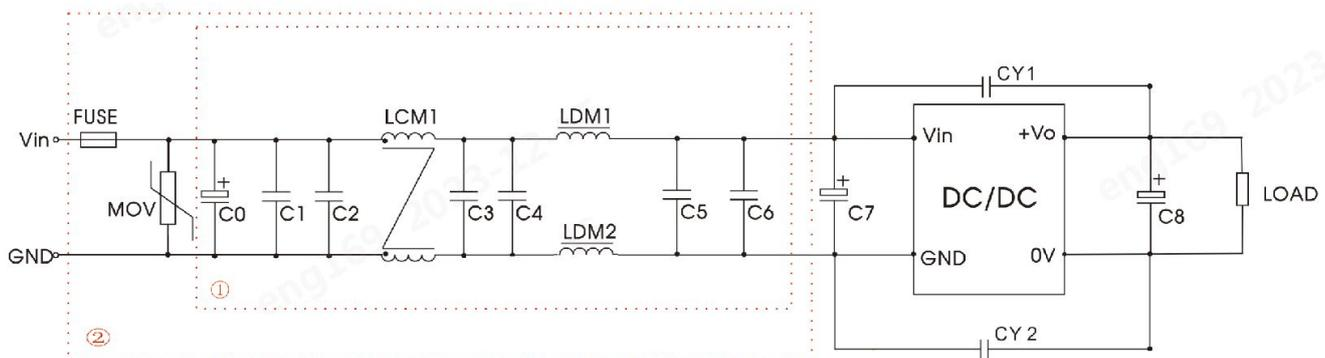

图 3
辐射骚扰	CISPR32/EN55032 CLASS B (推荐电路见图 3-①)